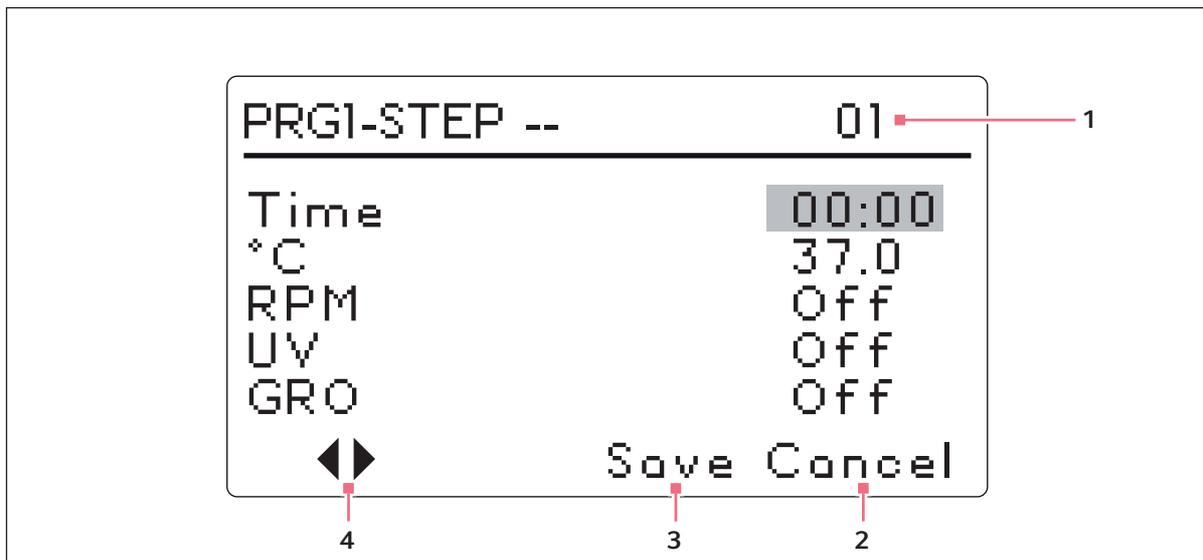

Abb. 5-12: Programm 1, Schritt 1
2. Drehen Sie den Bedienknopf, bis in dem Feld **New** erscheint. Drücken Sie den Bedienknopf, um diesen Modus zu wählen. Es öffnet sich der Bildschirm für Programm 1 - Schritt 1 ("PRG1 - STEP -- 01") (siehe Abb. 5-12 auf S. 58):